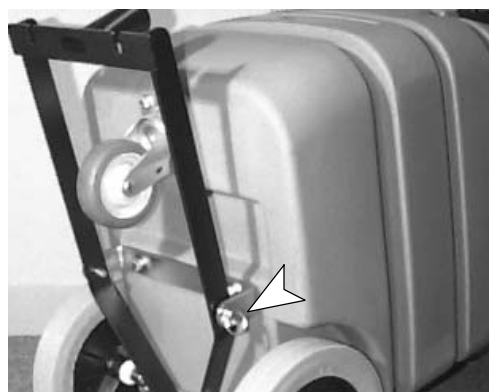

FIG. 2
6. Fixez le racloir sur le support de montage. Utilisez (2) les vis à œillet et goupilles fendues fournies (*Figure 2*).